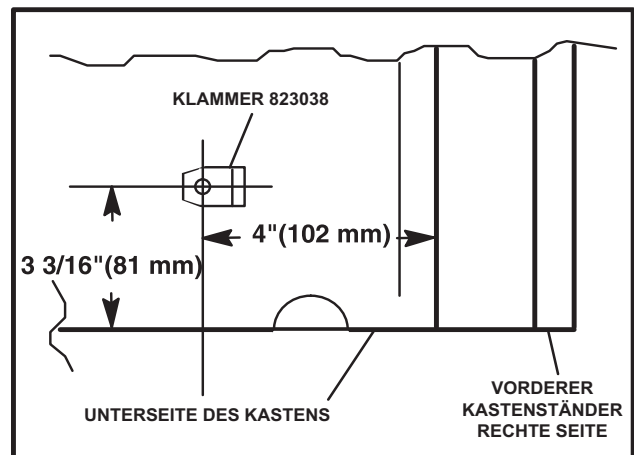

Abbildung 4
- Markieren Sie die Position wie gezeigt im unteren Bereich der rechten Kastenseitenwand (siehe Abb. 4). Bohren Sie ein Loch von 9 mm Durchmesser durch den Behälter. Die Klammer wird sich in der gleichen Position wie auf der linken Seite befinden. Sichern Sie sie mit einer 5/16-18 x 5/8 Schraube (Teilenummer 306555) und Stopmmutter (Teilenummer 548911).